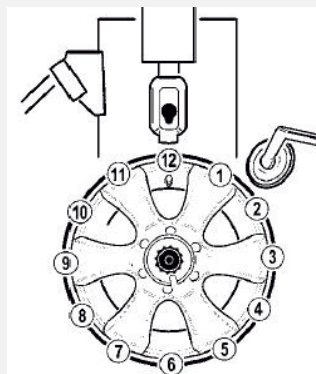

Рисунок 10
8.3.1 Убедитесь, что повернули поворотный стол в положение, когда клапан колеса оказался в положении «1 час» (см. Рис. 10), так чтобы не повредить клапан во время процедуры демонтажа.